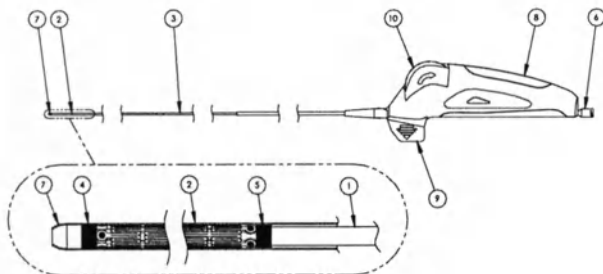

Figura 1: Sistema de introdução Entrust™ EverFlex
O sistema de introdução Entrust é ilustrado na Figura 1. Tem um design de haste triaxial que inclui uma haste interior (1), uma bainha exterior retrátil (2) e uma bainha de isolamento (3) para uma facilidade de utilização durante a colocação. A pega ergonómica de colocação (8) tem um bloqueio de segurança amovível (9), roda de colocação (10) e um eixo luar (6).